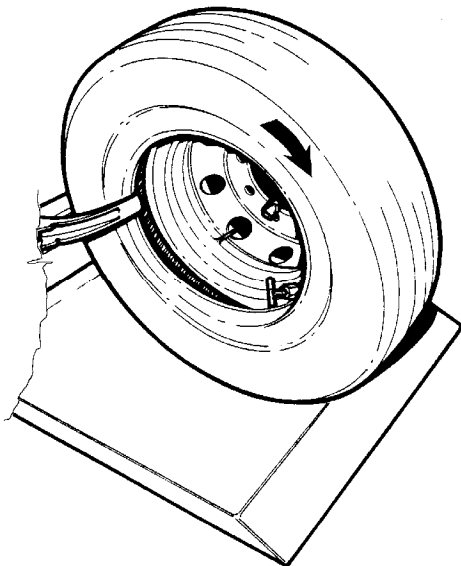

Fig.34
2. Insérer le crochet de montage de 1,5 cm (1/2") environ à l'intérieur du bord de la jante et le garder à une distance d'1 cm (1/2") environ en direction radiale. Tourner l'autocentreur dans le sens des aiguilles d'une montre. Normalement, il suffit d'un quart de tour pour monter le premier talon (Fig.34).